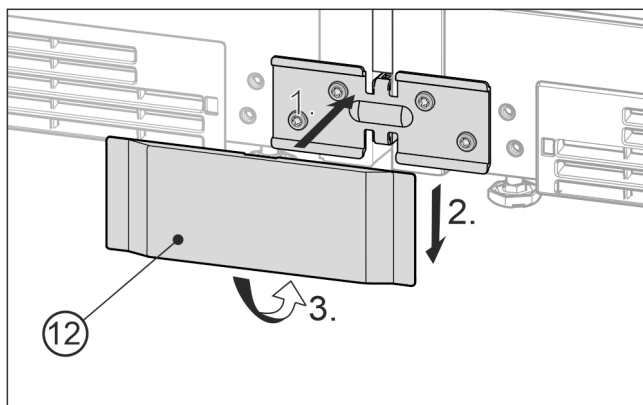

Fig. 24 Reprezentare exemplificativă
- Aplicați din față capacul Fig. 24 (12) inferior peste vinclu Fig. 24 (1), împingeți-o în jos Fig. 24 (2) și fixați-o în poziție în partea inferioară Fig. 24 (3).